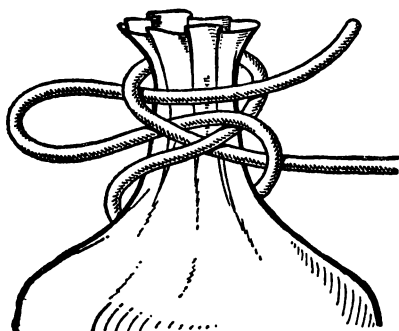

Рис. 100. Мельничный узел
**Мельничный узел** (рис. 100). Среди множества хитроумных узлов для завязывания мешков этот узел считается одним из наиболее распространенных. В принципе это та же восьмерка, во вторую петлю которой пропущен сложенный вдвое ходовой конец. Он очень удобен тем, что его можно туго затянуть и быстро развязать, дернув за ходовой конец.